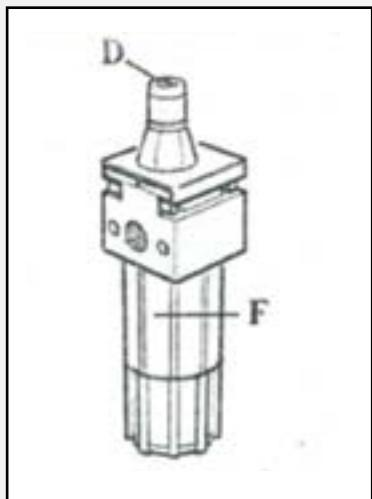

Рисунок 25
1. По возможности каждую неделю, но не реже одного раза в месяц, смазывайте направляющие ползунов зажимных кулаков, а также очищайте от загрязнений поворотный стол дизельным топливом. Регулярно проверяйте уровень масла в маслораспылителе. При необходимости доливайте масло, открутив стакан маслораспылителя (1) (рисунок 25).
2. Капля масла должна падать в прозрачный стакан маслораспылителя при каждом третьем или четвертом нажатии на педаль (12). В противном случае, отрегулируйте с помощью отвертки установочный винт D маслораспылителя (рисунок 25).
| Демонтажная головка задевает обод при монтаже/демонтаже шины               | Неисправность механизма фиксации штангиПлохо затянуты болты поворотного стола   | Отрегулируйте либо замените механизм фиксации штанги (рис.25)Подтяните болты                                    |